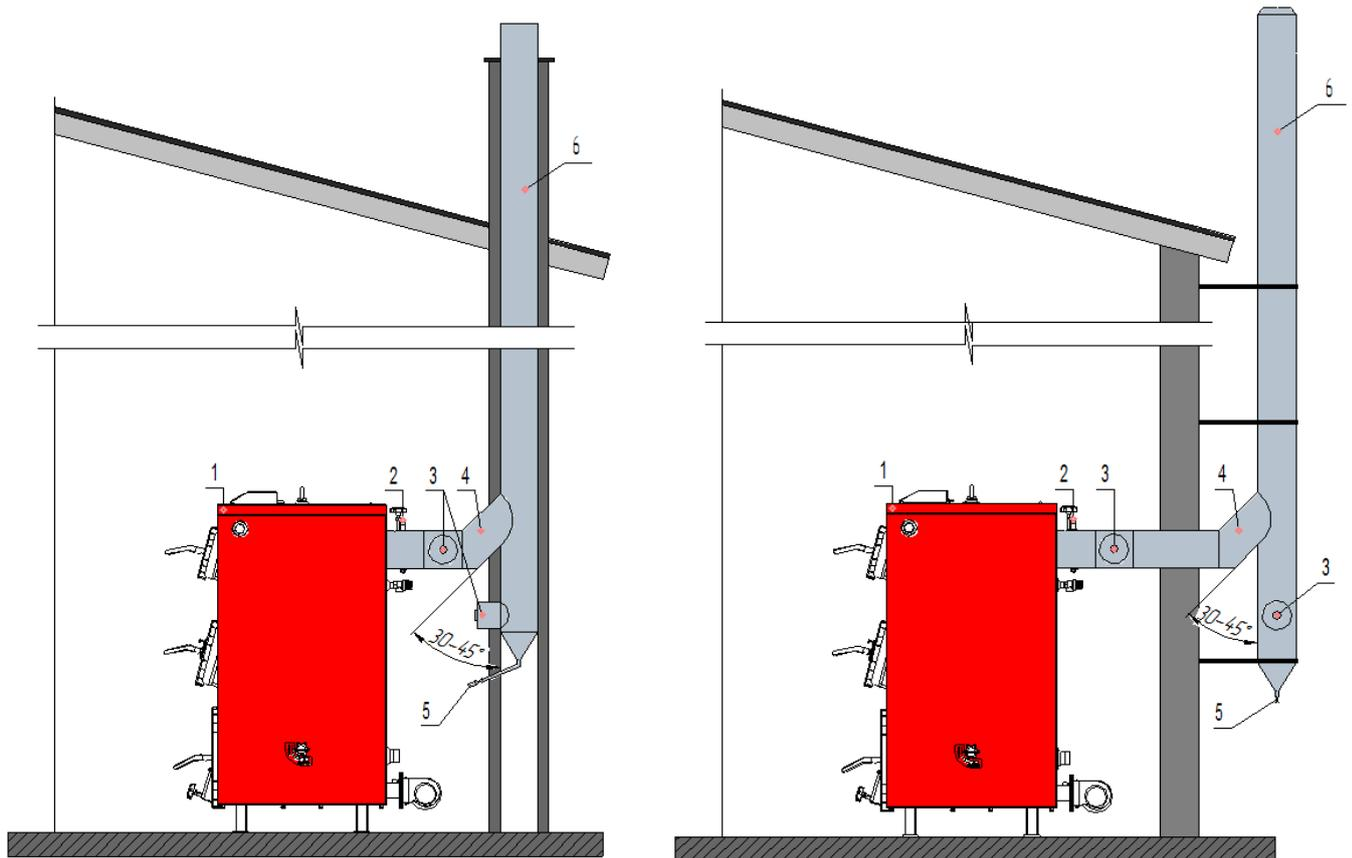

Рис.8 Рекомендована схема по під'єднанню котла до димоходу
6.4.6 Забороняється монтувати димохід (димову трубу) безпосередньо на димоході котла. Рекомендована монтажна схема підключення котла до димоходу показана на (Рис.8).